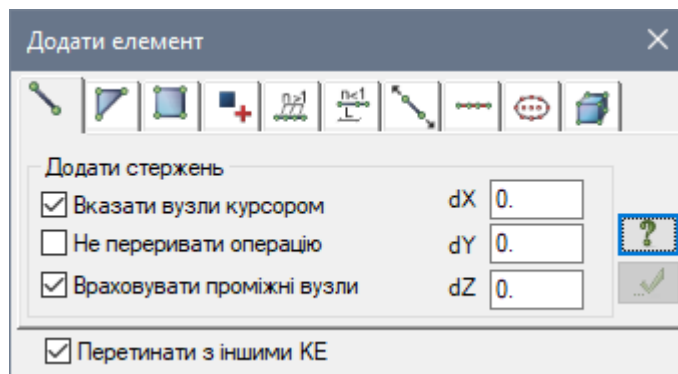

Рис. 5.6. Діалогове вікно Додати елемент
- Відкрийте діалогове вікно **Додати елемент** (рис. 5.6) натисканням на кнопку  – **Додати елемент** (панель **Створення** на вкладці **Створення та редагування**).
- Відкрийте діалогове вікно **Додати елемент** (рис. 5.6) натиснувши на кнопку  – **Додати елемент** (панель **Створення** на вкладці **Створення та редагування**).